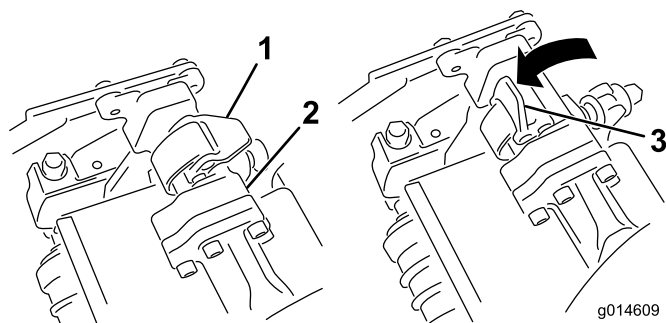
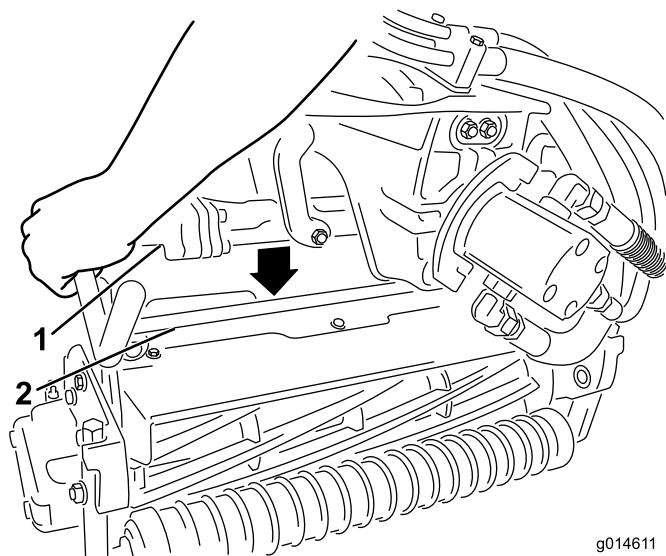

Figura 33
Figura 34
3. Con los enganches del brazo de suspensión orientados hacia arriba (es decir, abiertos) (Figura 33), empuje hacia abajo el brazo de suspensión de modo que la barra encaje en la barra situada en la parte superior de la unidad de corte (Figura 34).
4. Presione los enganches hacia abajo alrededor de la barra de la unidad de corte y bloquéelas (Figura 33).
4. Abra los enganches de la barra del brazo de suspensión de la unidad de corte que está retirando (Figura 33).